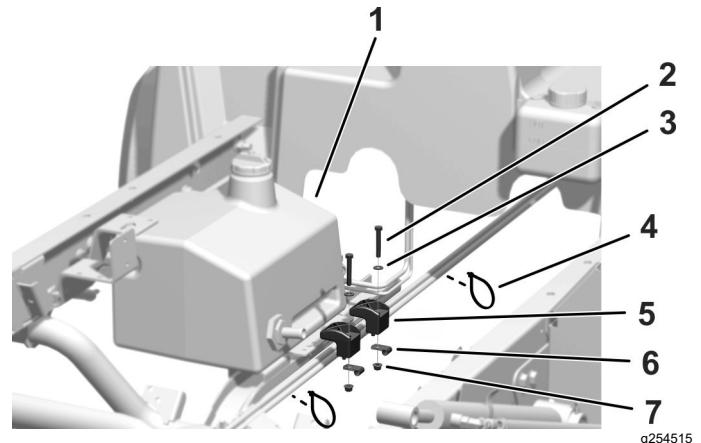

Figura 9
2. Sujete la parte inferior del depósito hidráulico al tirante del bastidor con 2 abrazaderas de depósito, 2 abrazaderas en P pequeñas, 2 tornillos (5/16" x 2"), 2 arandelas planas (11/32") y 2 tuercas con arandela prensada (5/16"), como se muestra en la Figura 9.
3. Sujete los cables con las 2 bridas (Figura 9).